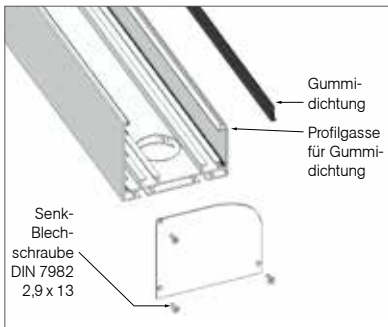

Abb. 14
- » Die seitlichen Regenrinnenabdeckungen mit drei 2,9x13 Schrauben befestigen (Abb. 14).